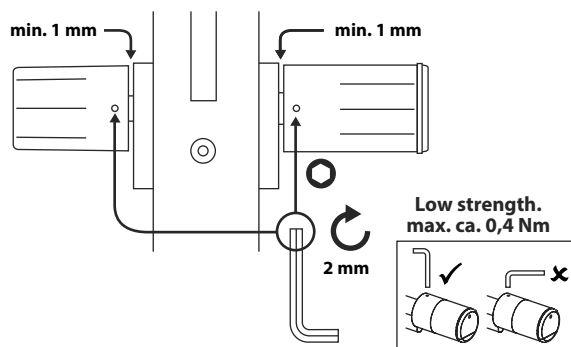

Fig. 6
- ⑥ Revissez les goujons filetés dans les deux boutons (Fig. 6).
- 1 Nettoyez la surface sur laquelle vous souhaitez fixer le clavier (Fig. 6).